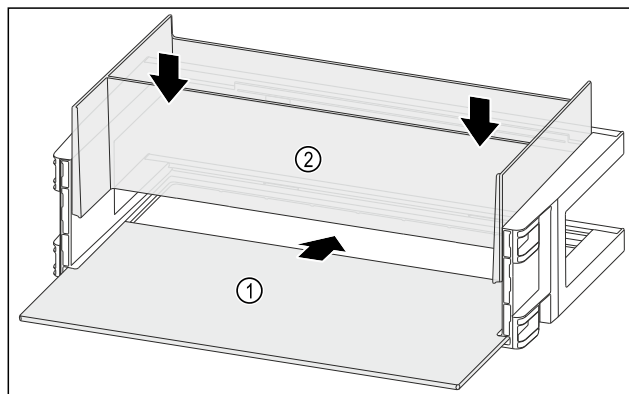

Fig. 114
- Inserire il ripiano Fig. 114 (1) negli incavi laterali.
- Inserire l'organizzatore Fig. 114 (2).